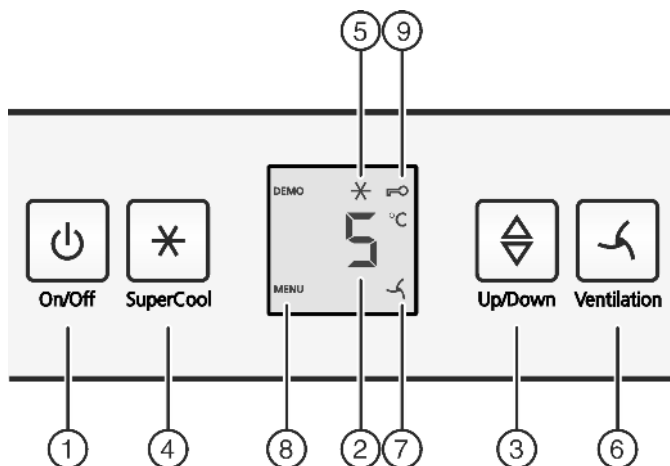

Fig. 3
- ▶ Натиснете бутона On/Off Fig. 3 (1).
- ▶ Натиснете бутона SuperCool Fig. 3 (4) за ок. 5 секунди.
- ▷ На индикатора се показва символът Меню Fig. 3 (8)
- ▶ Потвърдете чрез кратко натискане на бутона SuperCool Fig. 3 (4).
- ▷ Символът Защита от деца Fig. 3 (9) светва на индикатора.
- ▶ Натиснете за кратко бутона On/Off Fig. 3 (1).
▶ Извикване на температурната функция: Натиснете бутона за настройка *Fig. 3 (3)*.
▶ Промяна на температурата на стъпки 1 °C : Натискайте бутона за настройка *Fig. 3 (3)* дотогава, докато на температурния индикатор не светне желаната температура.
▶ Натиснете за кратко бутона SuperCool *Fig. 3 (4)*.
▷ Символът SuperCool *Fig. 3 (5)* светва на индикатора.
▷ Символът SuperCool *Fig. 3 (5)* угасва на индикатора.
▶ Натиснете за кратко бутона Вентилация *Fig. 3 (6)*.
▷ Символът Вентилация *Fig. 3 (7)* светва.
▷ Символът Вентилация *Fig. 3 (7)* угасва.